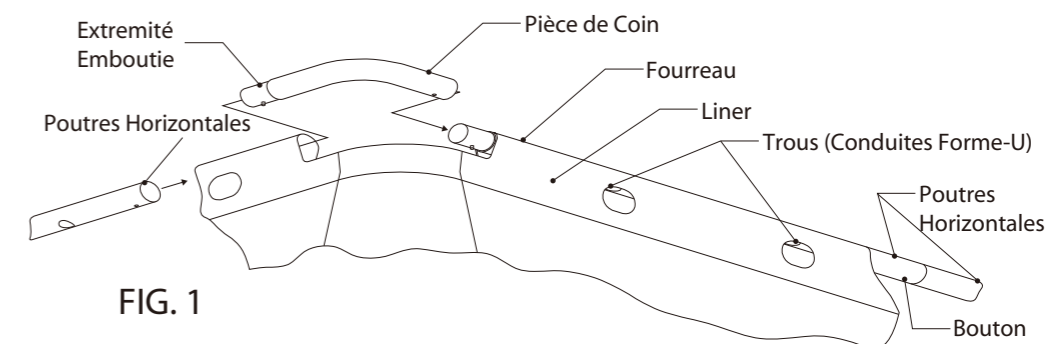

FIG. 1
B. Repérez les quatre conduites Pièces de Coin métalliques Fig. 1, ensuite placez une à chaque coin de la piscine. Maintenant repérez les Poutres Horizontales, introduisez dans chaque petite extrémité emboutie de celles-ci seulement pour joindre en longueur les poutres ensemble.
aux Pièces de Coin ou dans les Pièces de Coin elles-mêmes, veuillez voir en page 2 le schéma d'ensemble indiquant les endroits corrects des Pins de printemps. Les poutres courtes se montent sur les deux courts côtés, tandis que les poutres longues se montent sur les deux côtés longs. Placez la moitié des poutres courtes le long de chaque côté court de la piscine et la moitié des poutres longues près de chaque côté long de la piscine. Commencez par glisser les Poutres Horizontales dans le fourreau de la piscine (**travaillez dans le sens des aiguilles d'une montre autour de la piscine en s'assurant que toutes les extrémités embouties soient dirigées dans le sens des aiguilles d'une montre**) voir Fig. 1 et référez-vous à "Vue d'Ensemble de Toutes les Pièces du Support Tubulaire" en page 5.
Raccordez les (Poutres Horizontales), poussez le bouton en même temps que vous introduisez chaque poutre dans l'extrémité de la poutre suivante. Tournez lentement chaque poutre pour aligner le bouton de l'une avec le trou de l'autre et s'assurer que le bouton s'est logé dans le trou, pour obtenir une connexion solide. Répétez cette procédure pour le restant des (Poutres Horizontales) et alignez les trous dans les Poutres avec les ouvertures du Fourreau de la piscine (Fig. 1), ces trous serviront au raccordement des supports en conduite en Forme-U sur les quatre côtés. Ensuite connectez les pièces de coin (**toujours en procédant dans le sens des aiguilles d'une montre avec les extrémités embouties dans le sens des aiguilles d'une montre**), joignez-les ensemble et répétez cette procédure pour les pièces de coin; si vous trouvez une difficulté à joindre la dernière pièce de coin, soulevez l'extrémité des deux conduites d'un angle permettant l'emboîtement de l'une dans l'autre tout en les abaissant lentement jusqu'à que les pièces s'emboîtent parfaitement. Maintenant il est temps de vérifier toutes les connexions des (Poutres Horizontales) et des (Pièces de Coin).